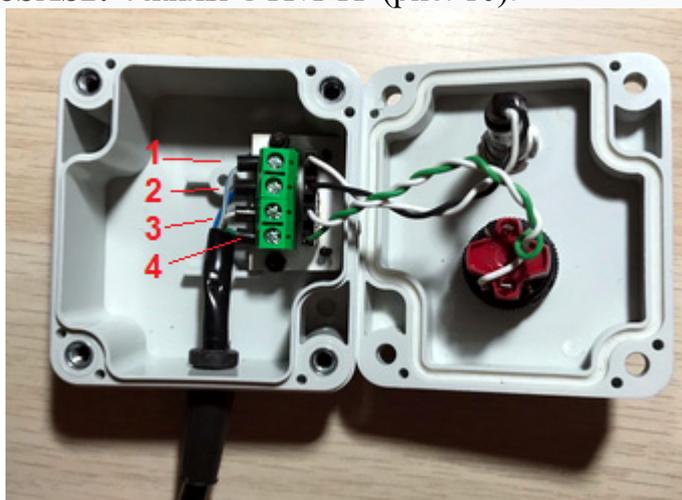

Рис. 10 Рекомендуемая расцветка жил кабеля UTP/FTP/SFTP для подключения кнопок SSAS1 и SSAS2
- SSAS1/SSAS2: 4 жилы UTP/FTP (рис. 10):